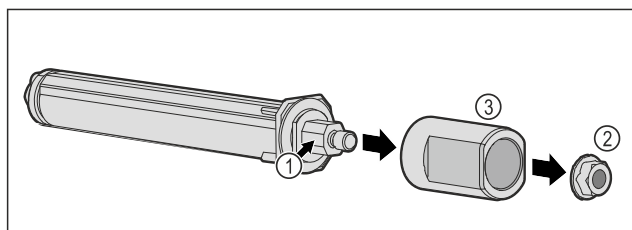

Fig. 54
- Ne razstavite sistema za zaklepanje vrat Fig. 54 (1).
- Odstranite matico Fig. 54 (2).
- Snemite tulec Fig. 54 (3).